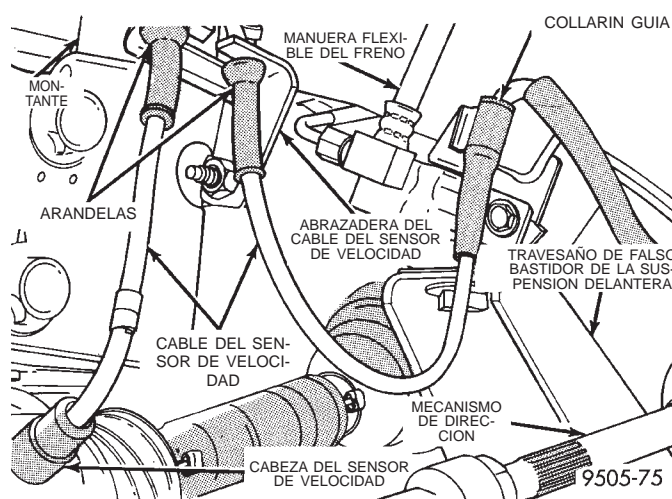

Fig. 38 Recorrido del cable del sensor de velocidad de rueda delantera
(5) Retire con cuidado la cabeza del sensor de la articulación de la dirección. Si el sensor se atascó, debido a la corrosión, **NO UTILICE ALICATES EN LA CABEZA DEL SENSOR.** Con un martillo y un punzón, terraje el extremo de la orejeta del sensor, sacudiéndolo de lado a lado hasta que se suelte.
(6) Retire las arandelas del conjunto del cable del sensor de velocidad del soporte de retención (Fig. 38). Retire el collarín guía del cable del sensor de velocidad del bastidor del vehículo (Fig. 38).
(2) Instale las arandelas del conjunto del cable del sensor de velocidad en el soporte de retención (Fig. 38). Instale el collarín guía del cable del sensor de velocidad en el bastidor del vehículo (Fig. 38).